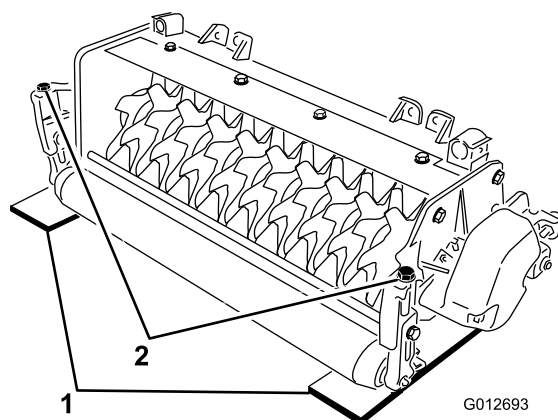

Figure 4
le sol, sous les rouleaux avant et arrière du cylindre de verticutting (une à chaque extrémité du cylindre) (Figure 4).
3. Tournez le boulon de réglage sur chaque support de hauteur de coupe (Figure 4) afin que les lames du cylindre rencontrent la surface plane à chaque extrémité.